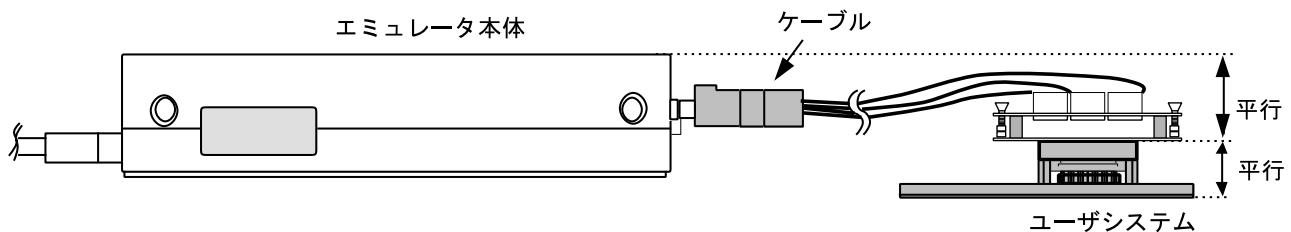

図 10 設置例
- (1) ユーザシステムへの接続時には 1 ピン位置に十分注意して、誤接続は絶対にしないでください。
- (2) 本ユーザシステムインターフェースケーブルを使用する場合の推奨マウントパッド寸法は、MCU 実装用マウントパッド寸法とは異なりますので注意してください。
- (3) 本ユーザシステムインターフェースケーブルは、HS3880EPI60H および HS388REPI60H エミュレータ専用ですので、他のエミュレータ本体には使用しないでください。
- (4) ケーブル本体部が断線する可能性がありますので、本ユーザシステムインターフェースケーブルの上に重いものや金属等の角の尖ったものを置かないでください。
- (5) ユーザシステムに接続した状態では、ユーザシステムインターフェースケーブル、特にケーブル先端部に無理な力が加わらないように注意する必要があります。図 10 の設置例を参照してご使用ください。